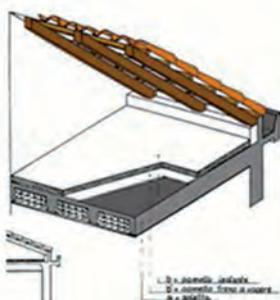

Figura 2.
- **Copertura a falde all'estradosso dell'ultima soletta:** è uno dei sistemi di isolamento più adottati nei fabbricati coperti con tetti a falde inclinate, dotati di sottotetto (Figura 2). E' un sistema che risulta di facile esecuzione e viene adottato sia per interventi sul nuovo che sull'esistente. Dal punto di vista tecnologico, nel caso in cui il sottotetto sia non praticabile, il sistema consiste nella posa in opera "a secco" sull'estradosso della soletta, pulita e priva di asperità, di uno strato di barriera al vapore, costituita da fogli di polietilene, di peso non inferiore a $0,35 \text{ Kg/m}^2$. I fogli di polietilene dovranno essere connessi mediante sovrapposizione ed uniti tra loro mediante nastro biadesivo. Successivamente, dovrà essere collocato il materiale isolante, senza alcuna protezione superiore. E' consigliabile mantenere il sottotetto adeguatamente ventilato per conservare sempre asciutto il materiale isolante nel periodo invernale e nello stesso tempo disperdere il calore dovuto all'irraggiamento in estate.